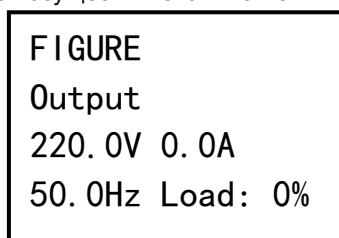

Рисунок 8
- параметры выходного напряжения и величину нагрузки в % (см. рисунок 8);
При наличии напряжения питающей сети в пределах допустимого диапазона (см. п/п 1, 3, 4 таблицы 1) изделие питает нагрузки и осуществляет заряд АКБ. На ЖК-дисплее отображается величина выходного напряжения и значение его частоты (см. рисунок 8). На передней панели светятся зеленые индикаторы «СЕТЬ» и «ИНВЕРТОР».